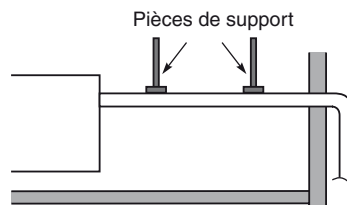

Fig.3-13
- N'exercez pas de force sur la canalisation située du côté de l'unité lors de la connexion du tuyau de purge. Le tube ne doit pas être laissé suspendu non supporté de sa connexion à l'unité. Fixer le tube à un mur, un châssis ou autre support aussi près que possible de l'unité. (Fig. 3-13)